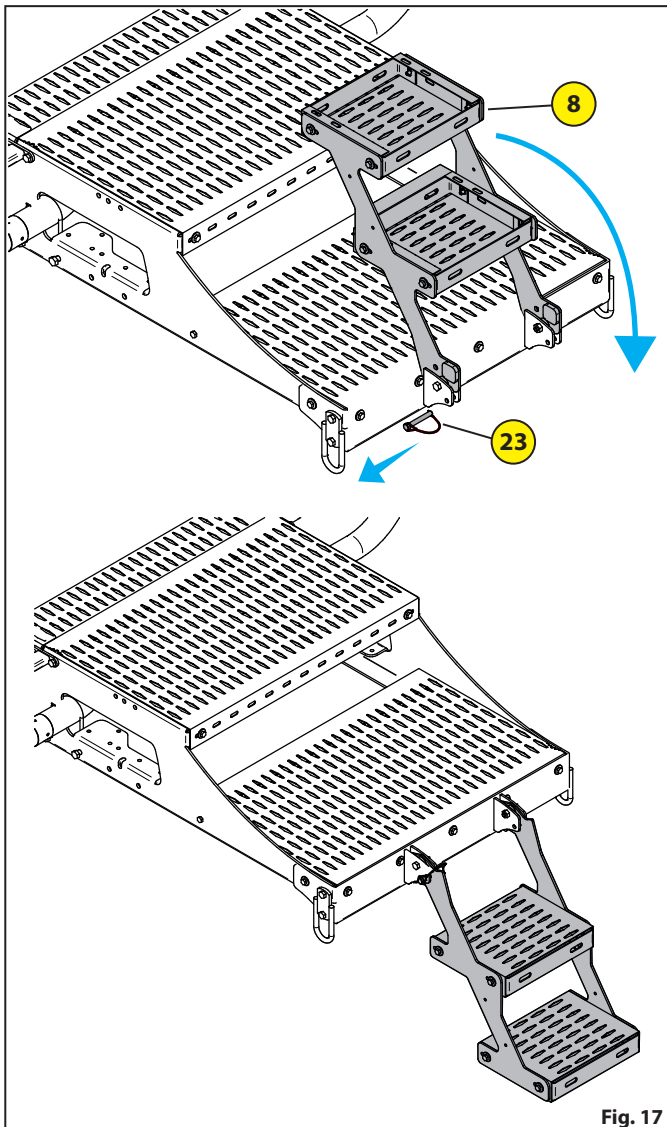

Fig. 17
- Trzymając się jedną ręką poręczy **8**, przesunąć sworzeń **23** i opuścić schodki, zablokować je poprzez ponowne umieszczenie sworznia **23** « Fig. 17 ».